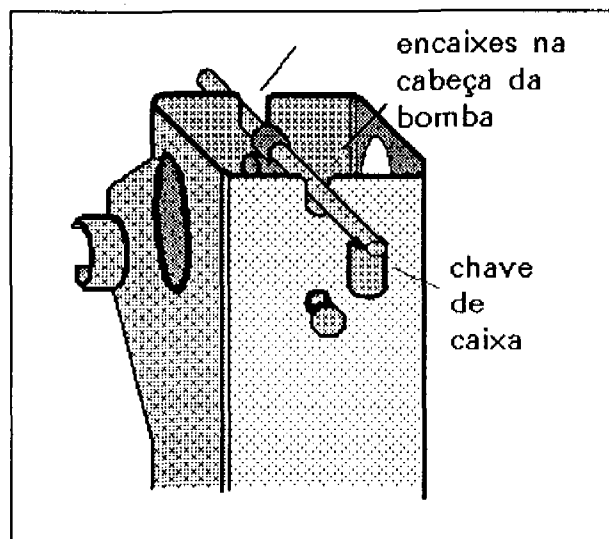

Figura 13
32. Levante as varetas com a chave de caixa, colocando a chave nos encaixes da cabeça da bomba. Veja figura 13.